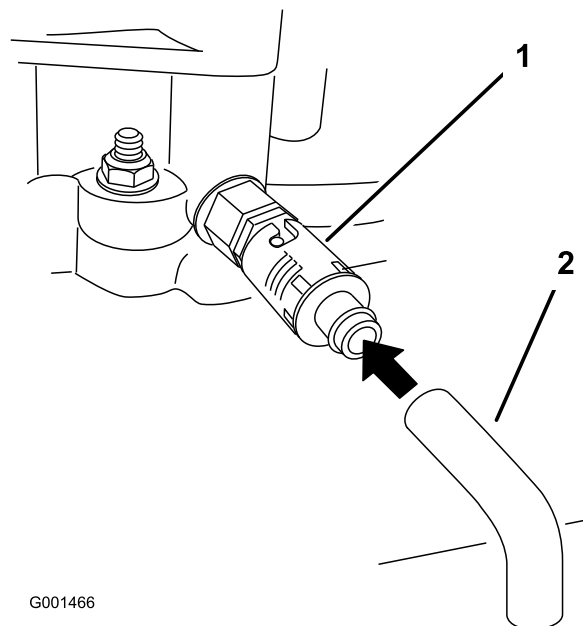

Figura 39
6. Coloque un recipiente debajo del tubo de vaciado. Gire la válvula de vaciado para que se drene el aceite (Figura 39).
8. Retire el tubo de vaciado (Figura 39).